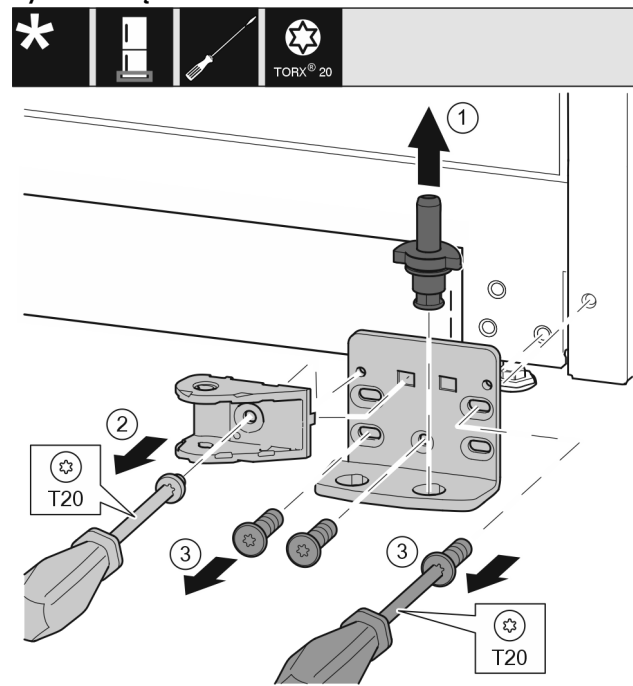

Fig. 34 *
- ▶ Kompletną płytkę zawiasu wyjąć w górę. Fig. 34 (1)*
- ▶ Śrubę wykręcić przy pomocy śrubokręta T20 i zdjąć połączenie amortyzatora zamykania. Fig. 34 (2)
- Śruby wykręcić przy pomocy śrubokręta T20 i zdjąć płytkę zawiasu. Fig. 34 (3)*